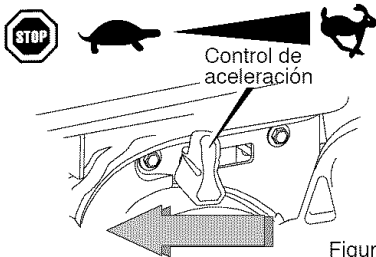

Figura 63
1. Para parar la marcha del motor, mueva la palanca de control de aceleración a la posición "LENTO", luego a la posición "PARAR" (vea la Figura 63).